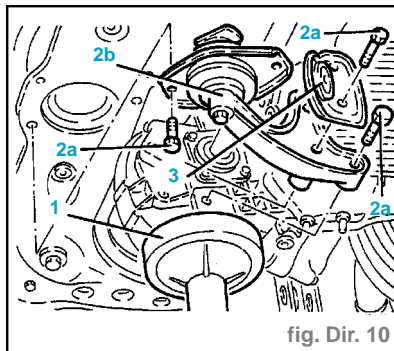

fig. Dir. 10
- Positionner un vérin hydraulique (1) sous le différentiel (fig. Dir. 10).